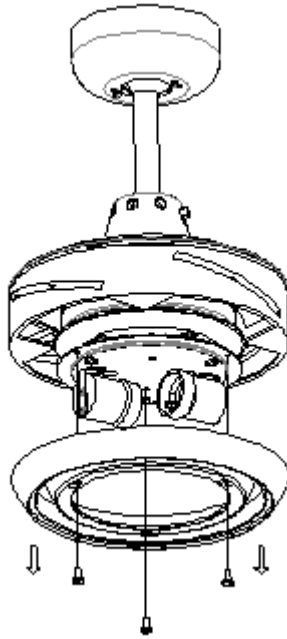

Abb. 4
2. Entfernen Sie die Schrauben von der Leuchtplatte und nehmen Sie die Leuchtplatte ab. Abb. 4